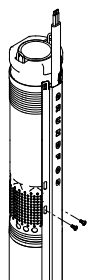

Fig. 10
3. Montera fast kabelskyddsskenan i pumpens inloppssil med de två medlevererade självgående skruvarna, se fig. 10.